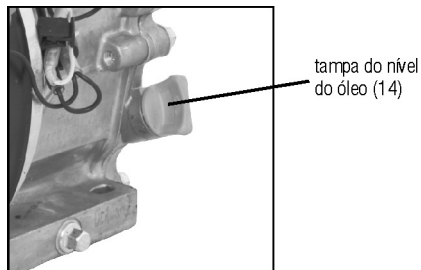

Fig. 2 – Tampa do nível do óleo (vareta)
- c. Remova a tampa de óleo e, com auxílio de um pano, limpe a vareta indicadora de nível (fig. 2).